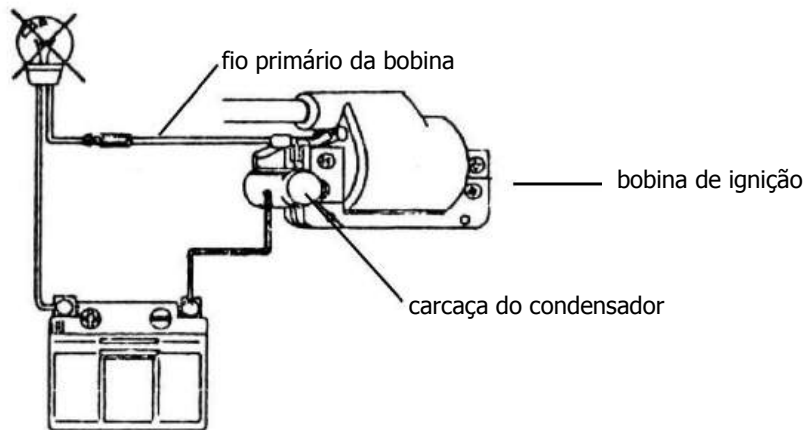

Fig. 32
- c) Faça uma ponte entre a carcaça do condensador e o pólo negativo da bateria (fig. 32).